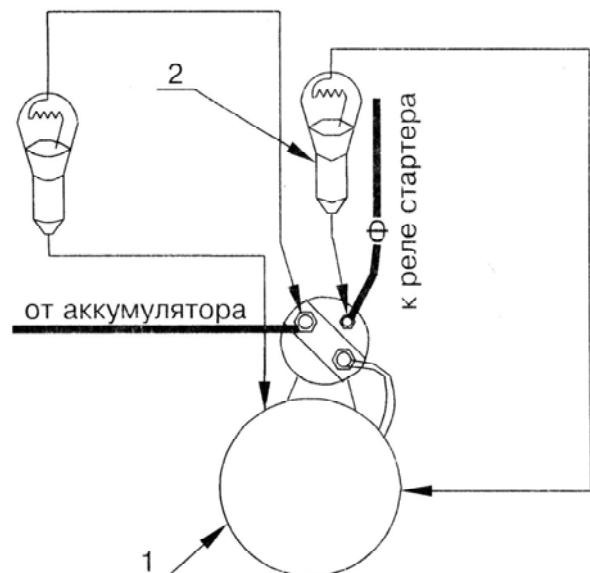

Рис. 6. Проверка исправности стартера «М3».
- 1) силовой клемме стартера (рис. 6);
- 2) клемме тягового реле стартера (поворнув ключ выключателя стартера во второе положение), (рис. 6);